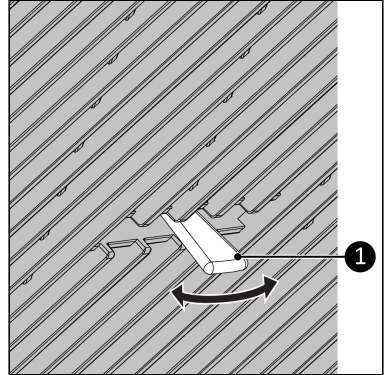

Abbildung 55.
2. Passen Sie die Lamellen an, indem Sie den Griff nach links/rechts bewegen (Abbildung 55, Pos. 1), um die Windrichtung zu ändern.